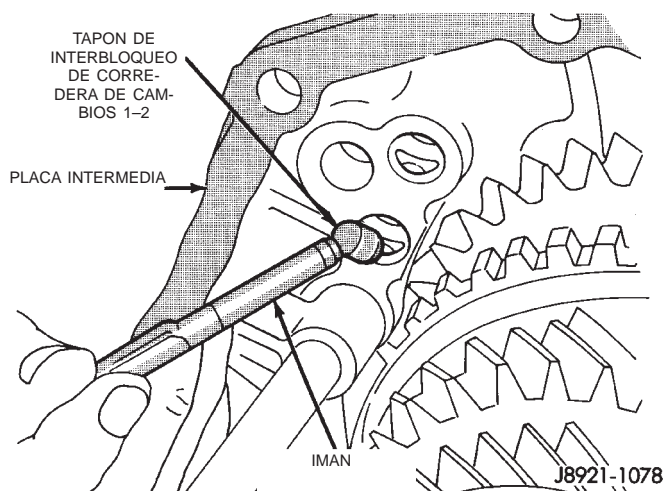

Fig. 76 Desmontaje de tapón de interbloqueo de corredera de cambios 1-2
(28) Retire el tapón de interbloqueo de la corredera de cambios 1-2 de la placa intermedia (Fig. 76).